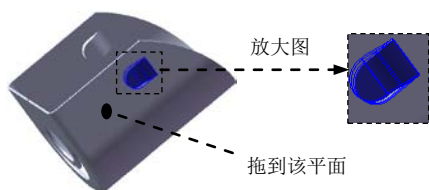

图 4.29 成形特征 1
Step11. 创建图 4.29 所示的成形特征 1。
(1) 单击任务窗格中的“设计库”按钮 ，打开设计库对话框。
(2) 单击设计库对话框中的  ch04 节点，在设计库下部的列表框中选择“lighter_shaped_tool_01”文件并拖动到图 4.29 所示的平面，在系统弹出的“成形工具特征”对话框中单击 ☒ 按钮。